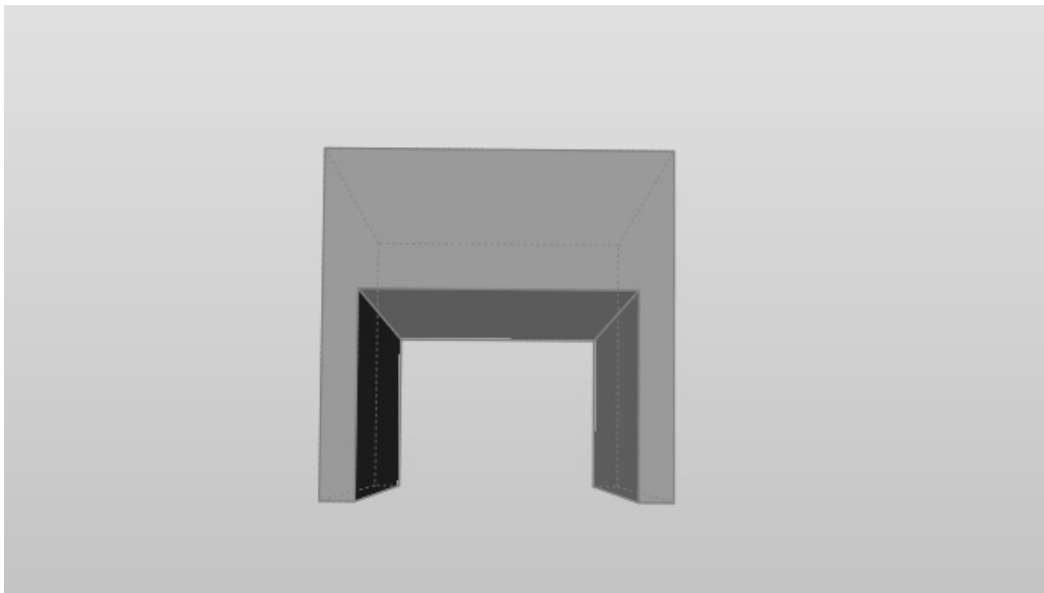

图 4-13
7) 用鼠标左键单击所得平面并向内推，此时可在实体上推出一个孔，如图 4-13 所示。